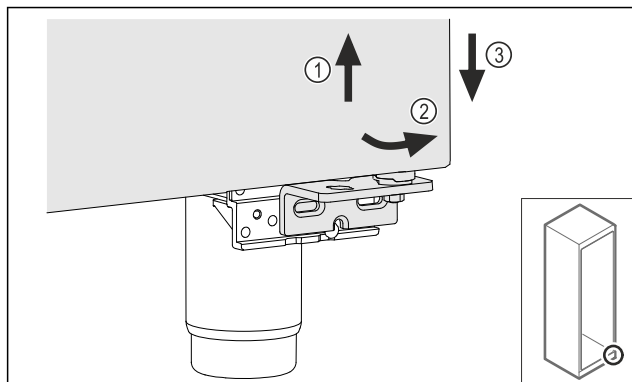

Fig. 24
- Løft døren en smule Fig. 24 (1), vip den fremad forneden Fig. 24 (2), og sænk den Fig. 24 (3).